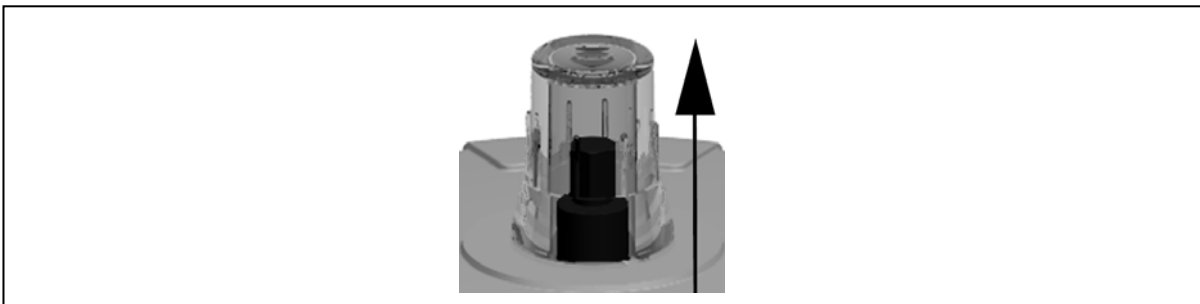

Fig. 12
- ▶ Placer le robinet en position « ouverte », voir Fig. 12